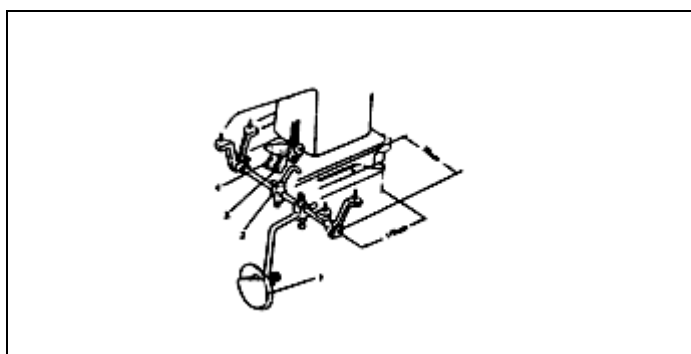

Fig. 26
22. MONTAGEM DO LEVANTADOR DA JOELHEIRA (Fig. 26)